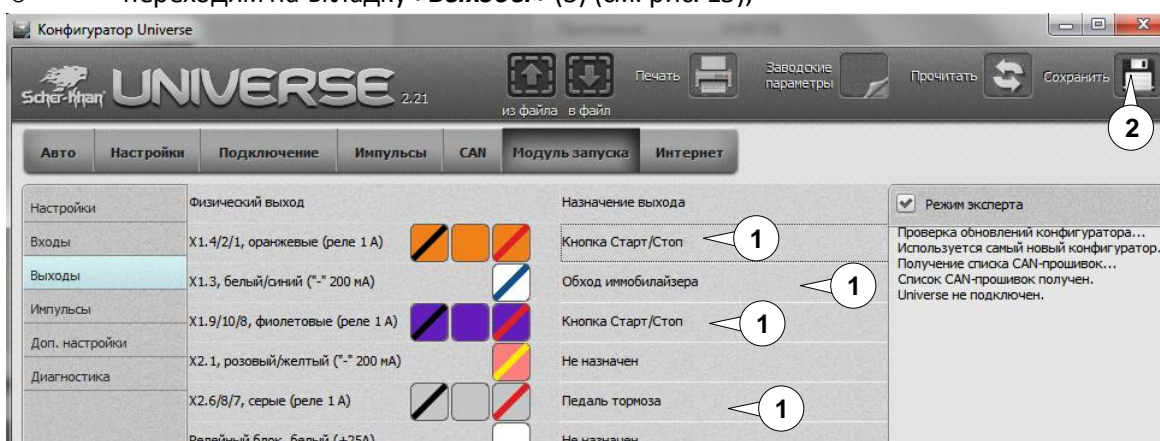

Рис. 13:
- после выставления нужных значений нажимаем кнопку **«Сохранить»** (2);
- переходим на вкладку **«Выходы»** (3) (см. рис. 13);
- **выставляем значения (1)** как указано на рис. 13;